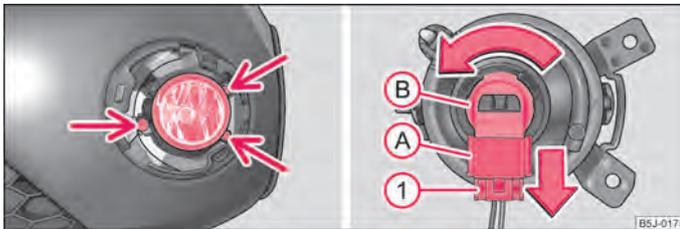

Abb. 163 Vorderer Stoßfänger: Nebelscheinwerfer / Lampenwechsel
- Drehen Sie mit Hilfe des Schraubenziehers aus dem Bordwerkzeug ¹⁾ die Schrauben heraus ⇒ **Abb. 163** - links.
- Drücken Sie die Sicherung **1** ⇒ **Abb. 163** des Steckers **A** und nehmen Sie den Stecker aus der Fassung **B** heraus.